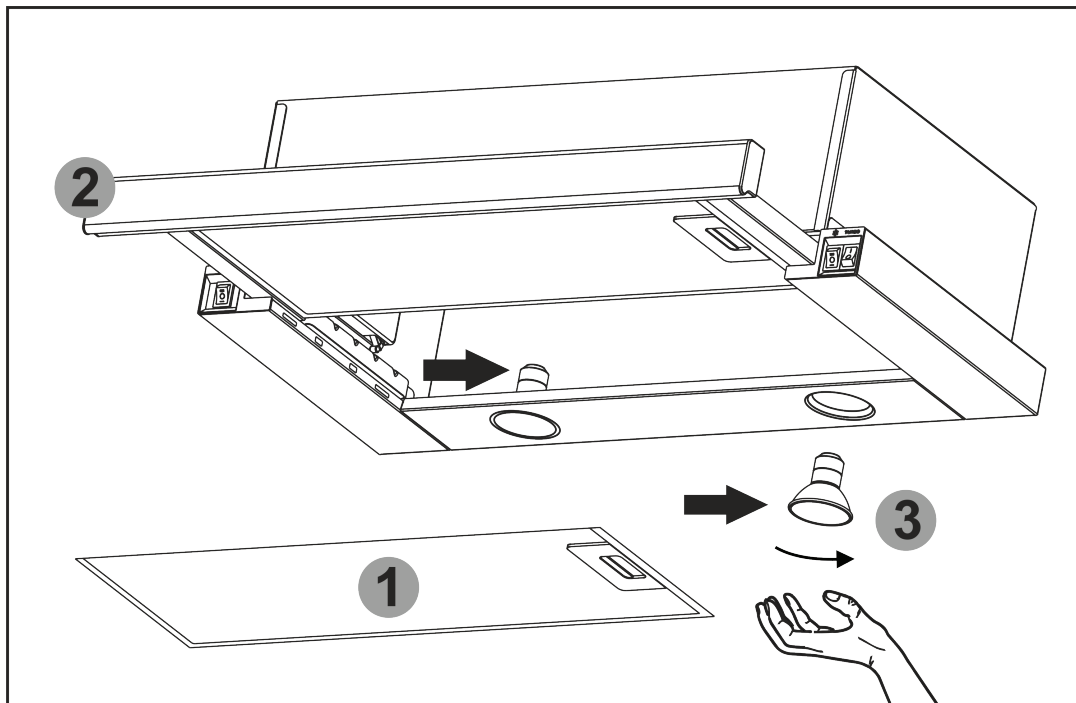

Рис.7
8.9 На витяжці встановленні **галогенні** лампи підсвітки робочої зони плити. Перед початком заміни ламп освітлення необхідно відключити витяжку від електромережі, дати можливість охолонути лампам Для заміни лампи необхідно зняти алюмінієвий фільтр **1**, витягнути шушляду висувну **2**, віджати тримач патрона на себе, щоб лампа **3** вийшла з корпусу витяжки, утримуючи тримач патрона, злегка надавити на лампу в напрямку патрона і, повернувши її проти годинникової стрілки, вийняти з корпусу витяжки (**рис.7**).